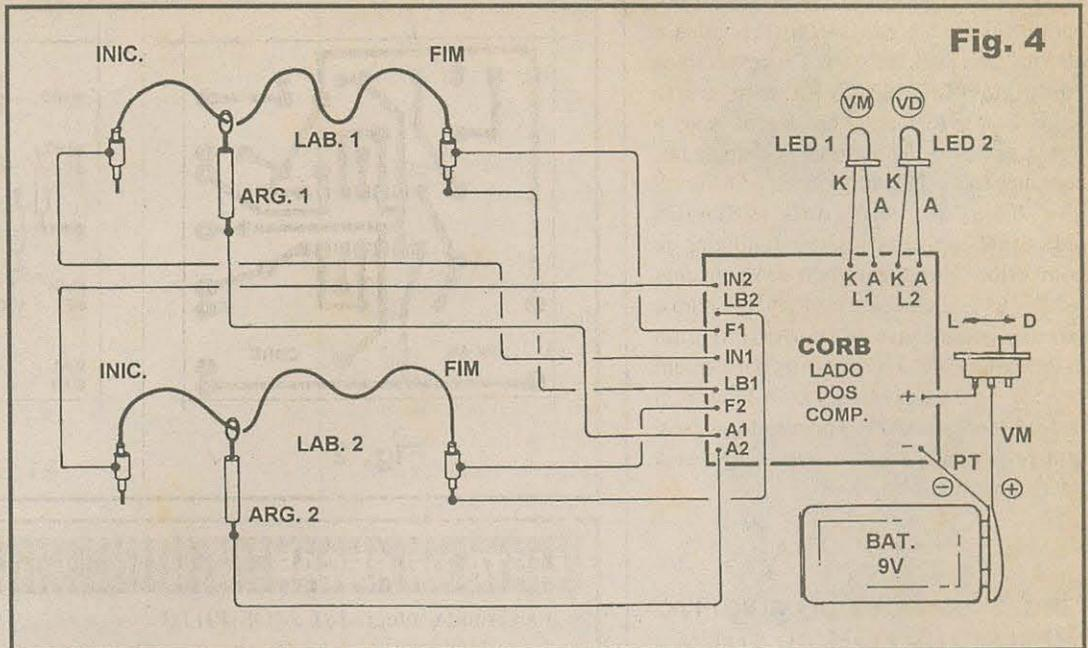

Fig. 4
- FIG. 4 - CONEXÕES EXTERNAS À PLACA - DIAGRAMA GERAL DO SISTEMA - Ainda vista pela face não cobreada, a placa inclui agora as importantíssimas ligações feitas dela para fora... Podemos dividir o estágio em duas partes: uma correspondente aos indicadores e alimentação, e outra referente aos percursos, manoplas-argolas, demarcadores de início-fim... Na direita da figura temos o primeiro grupo mencionado, no qual os dois LEDs (atenção às cores...) devem ter seus terminais de **anodo** e **catodo** ligados respectivamente aos pontos A e K da placa... Notar que, dependendo da instalação final e do tipo de acomodação feita na caixa que conterá o conjunto, os LEDs tanto poderão ser ligados diretamente ao impresso, quanto conectados através de pedaços de cabinho flexível isolado, no conveniente comprimento... A alimentação deve ser ligada aos pontos (+) e (-) da placa, correspondendo respectivamente ao **positivo** (fio vermelho) e **negativo** (fio preto) vindos do clip ou do suporte das pilhas. Intercala-se o interruptor geral - por convenção - no fio do **positivo** (vermelho). Vejamos, agora, a outra parte das conexões externas... Observar com *muita* atenção as estilizações dos dois percursos, manoplas-argolas, demarcadores de início-fim, bem como as indicações 1 e 2,